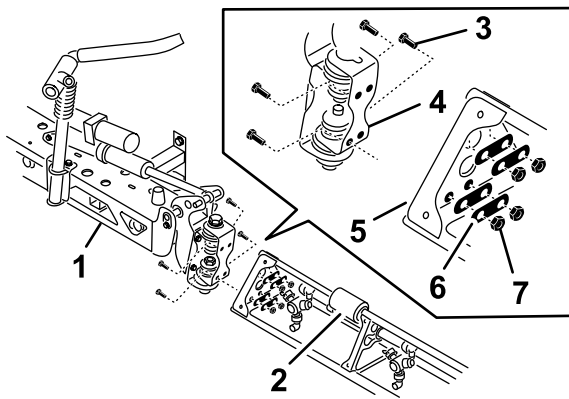

Figura 40
2. Gire cada soporte giratorio en el extremo de la sección del brazo central para que los soportes estén alineados verticalmente (Figura 40).
4. Instale la placa con bisagra en la placa triangular usando los 4 pernos con arandela prensada, 4 pletinas de refuerzo y 4 contratuercas con arandela prensada (Figura 40) que retiró en el paso 1.
6. Alinee la rótula del cilindro de elevación del brazo con los orificios del extremo del soporte de giro (Figura 40).
7. Sujete la rótula al soporte de giro con un pasador y una chaveta (Figura 40).